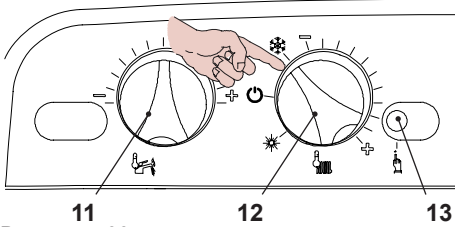

Рисунок 5.36
- Прежде чем включить электропитание котла, установите регуляторы 11 и 12, как показано на Рисунок 5.36.
- Чтобы настроить режим работы с термостатом, войдите в режим программирования, нажав и удерживая в течение 10 секунд кнопку перезапуска 13, см. Рисунок 5.36, пока на ЖК-дисплее не появится параметр **P01**; на ЖК-дисплее последовательно отобразятся следующие символы (параметр **P01** будет загораться поочередно с ---).
- Несколько раз нажмите кнопку перезапуска 13, см. Рисунок 5.36, для прокручивания различных параметров, до достижения параметра **P03**, действительно для проверки функционирования водонагре-
- Чтобы настроить режим работы с датчиком NTC, войдите в режим программирования, нажав и удерживая в течение 10 секунд кнопку перезапуска 13, см. Рисунок 5.36, пока на ЖК-дисплее не появится параметр **P01**, на ЖК-дисплее последовательно отобразятся следующие
- Нажмите несколько раз кнопку перезапуска 13, см. Рисунок 5.36, для прокрутки различных параметров до достижения параметра **P03**, действительного для проверки функционирования водонагревателя с датчиком NTC.
- На ЖК-дисплее отображается значение **04**, поверните ручку регулировки котла 11, см. Рисунок 5.36, переводя ее на минимум.
ручки котла 11, см. Рисунок 5.36, с визуализацией на ЖК-дисплее параметра **P03**.
- Вновь нажмите кнопку перезапуска 13 для доступа в режим программирования **P04**, на дисплее отображается начальное значение **04**, поверните ручку настройки котла 11, см. Рисунок 5.36, на минимум, на ЖК-дисплее отображается значение **04**, соответствующее данной операции.
В следующей таблице показана настройка ручки котла 11, см. Рисунок 5.36, с визуализацией на ЖК-дисплее параметра **P04**.